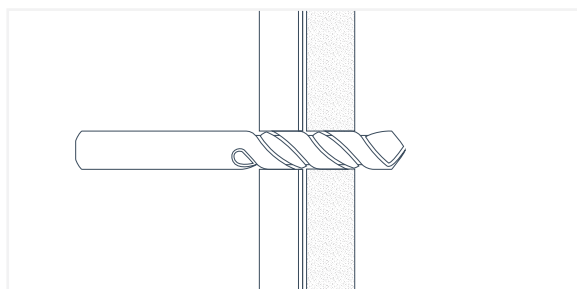

Fig. 51
1. Perfore un orificio en Trusscore Wall&CeilingBoard y en cualquier material de soporte, si corresponde (Fig. 51). El tamaño del orificio depende del tamaño del perno de fijación que esté utilizando. Esto debería estar indicado en el paquete del perno de fijación.